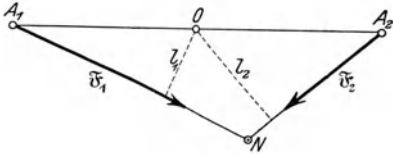

Fig. 54.
**k)** Nimm den Papierbogen ab und ziehe die Wirkungslinien von  $F_1$  und  $F_2$  (Fig. 54). Fülle von  $O$  auf die Wirkungslinien Lote und miß ihre Längen  $l_1$  und  $l_2$  cm. Bestimme Sinn und Größe jedes Drehantriebs in bezug auf die Achse  $O$ .